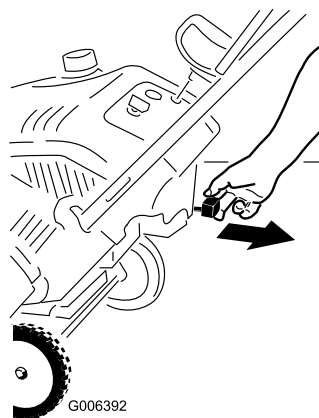

Bild 12
2. Ziehen Sie den Chokehebel heraus (Bild 12).